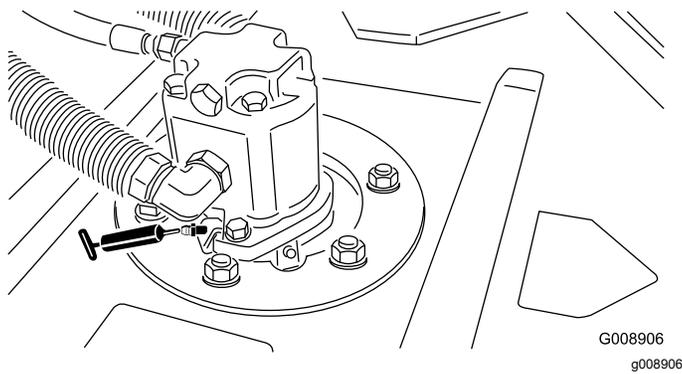

Figura 41
- 2 (por unidad de corte) cojinetes de eje giratorio de unidad de corte (Figura 41)